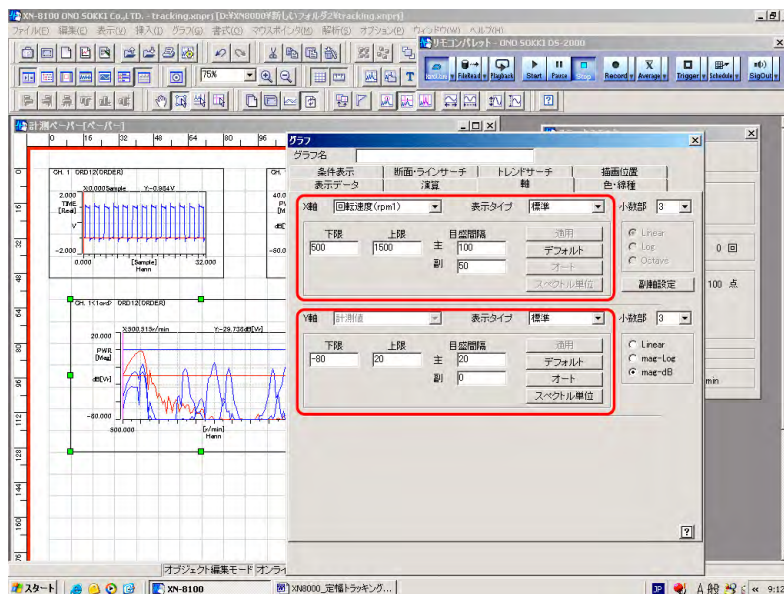

図 18
- ⑨ **【X】** をクリックし [グラフ] プロパティを閉じます。
- ⑩ トレンドグラフをクリックし、アクティブとします。続けて [グラフ] プロパティを開き、[軸] ページの X、Y 軸設定で見やすくスケールの調整をします (図 18)。